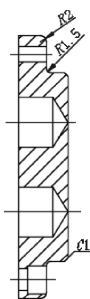

图 14-9 圆角和倒角处理
(3) 圆角和倒角处理。单击“默认”选项卡“修改”面板中的“圆角”按钮 --- 和“倒角”按钮 --- ，点 1 和点 2 处的圆角半径为 1.5，点 3 和点 4 处圆角半径为 2，点 5 和点 6 处进行 C1 的倒角，结果如图 14-9 所示。